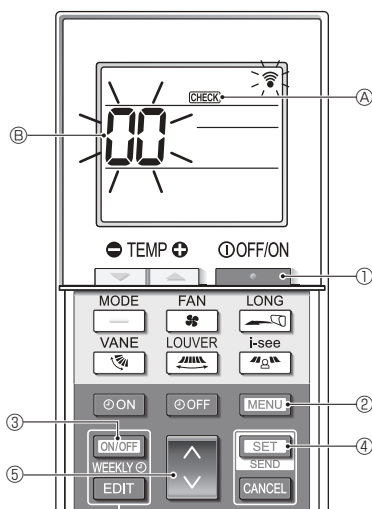

Fig. 7-6
■ Auto-vérification (Fig. 7-6)
- Appuyez sur le bouton ① pour arrêter le climatiseur.
- Si la minuterie hebdomadaire est activée (**WEEKLY** est affiché), appuyez sur le bouton ③ pour la désactiver (**WEEKLY** disparaît).
- Appuyez sur le bouton ② pendant 5 secondes.
- CHECK** ④ s'allume et l'appareil entre en mode auto-vérification.
- Appuyez sur le bouton ⑤ pour sélectionner l'adresse de réfrigérant (adresse M-NET) ⑥ de l'appareil intérieur pour lequel vous voulez effectuer l'auto-vérification.
- Appuyez sur le bouton ④.
- Appuyez sur le bouton ①.
- CHECK** ④ et l'adresse de réfrigérant (adresse M-NET) ⑥ s'éteignent et l'auto-vérification est terminée.